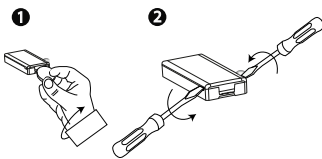

Figura 4: Device cover removal
1. Remova a tampa. Veja a Figura 4.
Antes de testar, separe a base da tampa. Vija a Figura 4, e conclua as etapas a seguir: